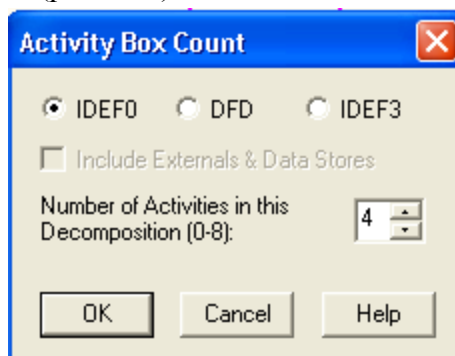

Рис. 2.1. Диалоговое окно декомпозиции блока
3. Укажите тип диаграммы **IDEF0** (рис. 2.1.) и нажмите OK.